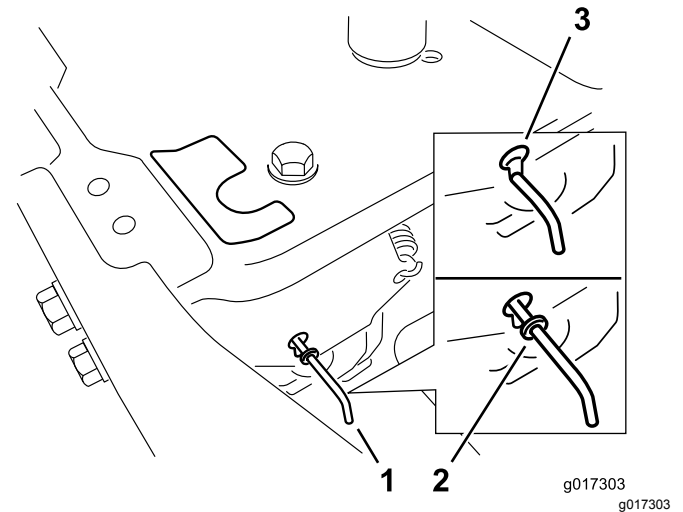

Figura 34
4. Mueva las palancas de desvío hacia delante a través del orificio y hacia abajo para bloquearlas en esa posición (Figura 34).
Mueva las palancas de desvío hacia atrás a través del orificio y hacia abajo para bloquearlas en esa posición, según se muestra en la Figura 34.